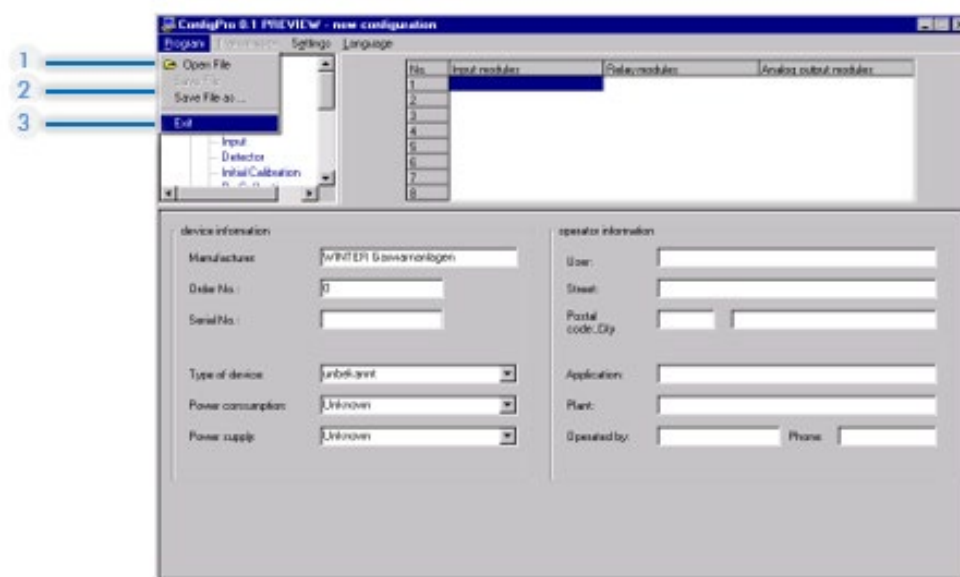

Figure 12-2
- d'ouvrir un nouveau fichier, rep 1 Figure 12-2
- de sauvegarder sous un fichier existant, rep 2 Figure 12-2
- de sortir du logiciel Config pro, rep 3 Figure 12-2.